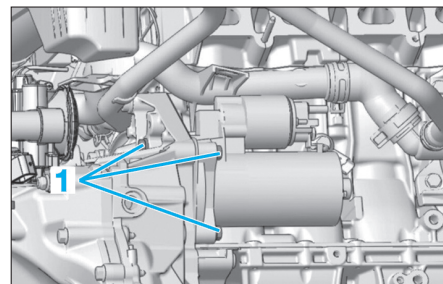

Fig. 1
- les vis de fixation du démarreur (1) (Fig.1),